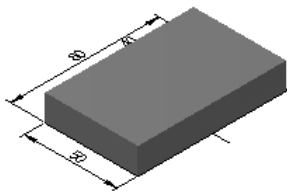
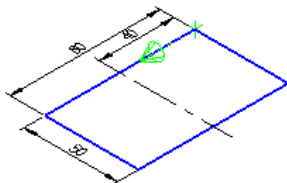

图 7.7.7 挤出特征
图 7.7.8 选取曲线链
Step3. 绘创建图 7.7.7 所示的挤出特征。
(1) 切换图层。在状态栏的 **层别** 按钮后的文本框中输入值 1，并按 Enter 键确认。
(2) 选择命令。选择下拉菜单 **实体管理器(S)** → **挤出(E)...** 命令，系统弹出“串连选项”对话框。
(3) 定义轮廓曲线。选取图 7.7.8 所示的曲线链并调整为与图示相同的串连方向，单击 按钮完成轮廓曲线的定义，同时系统弹出“挤出串连”对话框。